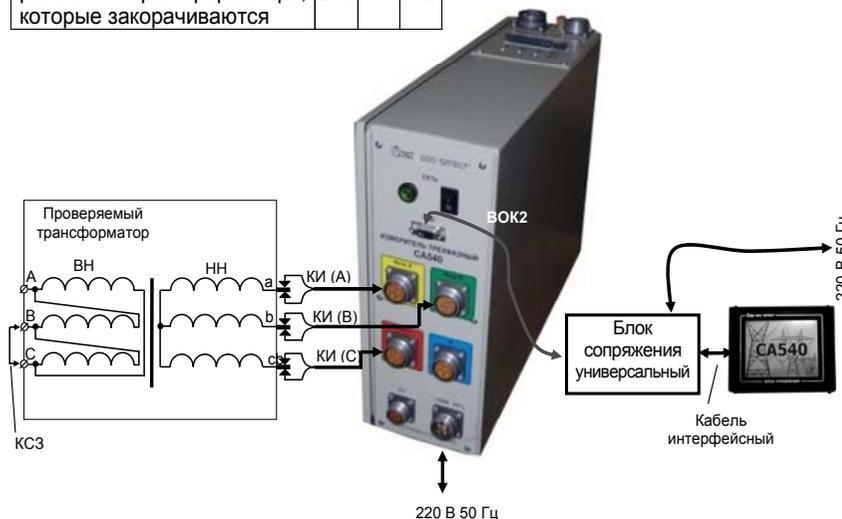

Рисунок 6.27
1) Собрать измерительную цепь при управлении Измерителя от БУ (рисунок 6.27). На рисунке 6.27 показана измерительная схема при использовании встроенного источника питания для трансформатора с обмоткой НН Y (для обмотки Z – аналогично).